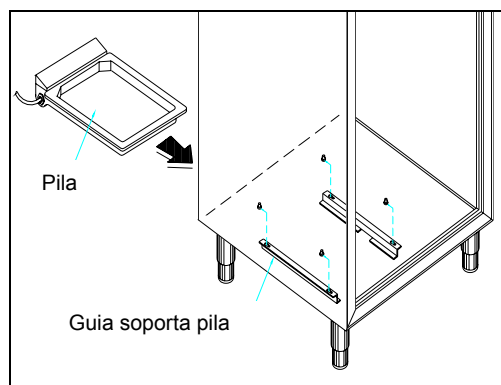

Fig. 3 (vea alegado 4 .1)
- Meta en sus guías, ubicadas en la parte inferior del frigo, la tina descargada de condensa y por las máquinas que montan la tina automática colege el conector. (Fig. 3)